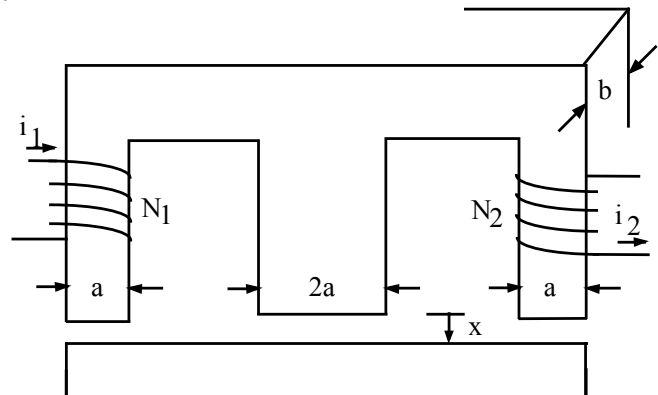

Figura 4.2
4.4.- En el sistema de acoplamiento electromecánico de la Figura 4.2, considere que la permeabilidad del núcleo es mucho mayor que la de los entrehierros. Las dimensiones y otras características están indicadas en la Figura. La pieza superior es fija y la inferior solo se puede desplazar verticalmente. Determine la fuerza de origen eléctrico que se ejerce sobre la pieza inferior.